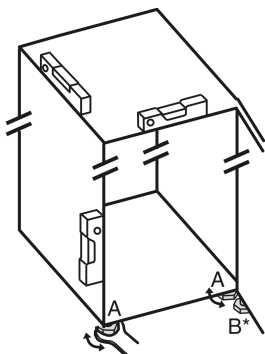

Fig. 68
- ▶ Выкрутите регулируемые опоры Fig. 68 (A) при помощи входящего в комплект поставки рожкового ключа и, используя уровень, выставьте устройство прочно и ровно по горизонтали.
- ▶ Выверните регулируемую опору Fig. 68 (B) на нижнем опорном кронштейне при помощи входящего в комплект поставки рожкового ключа до ее соприкосновения с полом.
- ▶ Поверните регулируемую опору Fig. 68 (B) еще на 90°.